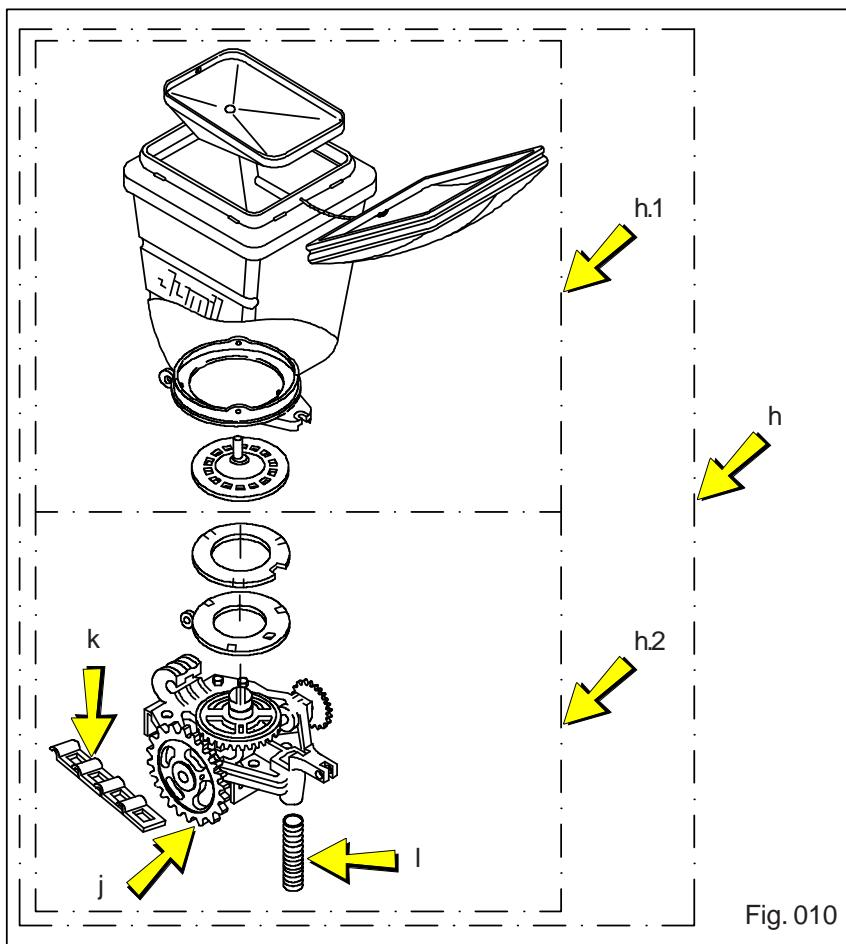

Fig. 010
- 1 - Retire o sub-conjunto "h-1" (Fig.010) ou o conjunto "e"(Fig.009)
- 3 - Retire o condutor "i" (Fig.010) do sub-conjunto "h-2"
- 5 - Retire a engrenagem "j" e 05 elos da corrente "k" (Fig.010) sub-conjunto "h-2".
- 1 - Retire o conjunto "a" (Fig.008) ou o conjunto "h"(Fig.010)
- 2 - Monte o sub-conjunto "h-1"(Fig.010) ou o conjunto "h"(Fig.010).
- 4 - Monte o condutor "i" (Fig.010) do sub-conjunto "h-2"
- 6 - Coloque a engrenagem "j" e 05 elos da corrente"k" (Fig.010) do subconjunto "h-2".